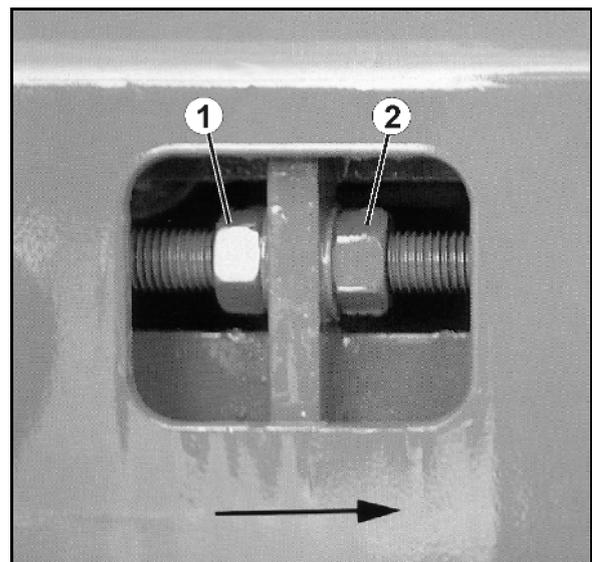

Fig. 73
3. Vérifier la vanne de régulation (Fig. 73/1) en terme de fonctionnement sans effort et, le cas échéant, réajuster les bagues de réglage.